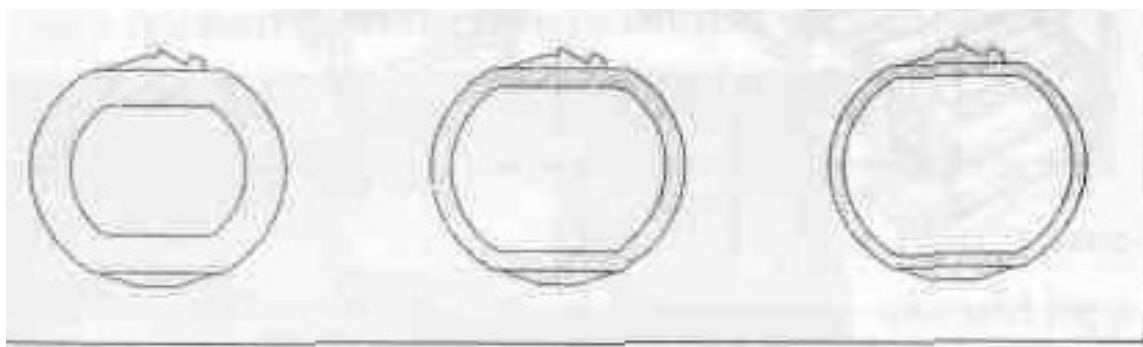

Рис.12.12. Различные профили ножедержателей из углепластика для соответствия различным нагрузкам
2) изготовить держатели из углепластика (CFRP), который, несмотря на свою высокую стоимость, сочетает в себе легкость с высокой прочностью. Держатели могут быть различной толщины (и соответственно прочности) в зависимости от максимальной массы картона, предполагаемого к резке (рис. 12.12).